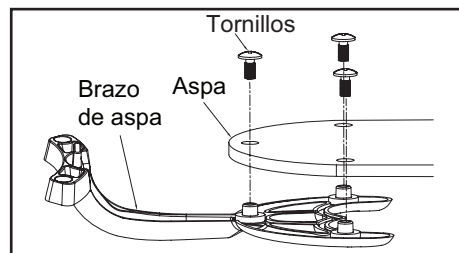

Figura 11
1. Fija el aspa a su soporte usando los tornillos mostrados en la Figura 11. Por favor, ten en cuenta que las arandelas de goma están prefijadas en el soporte del aspa. Inserta el tornillo en el soporte. Repite para los dos tornillos restantes.